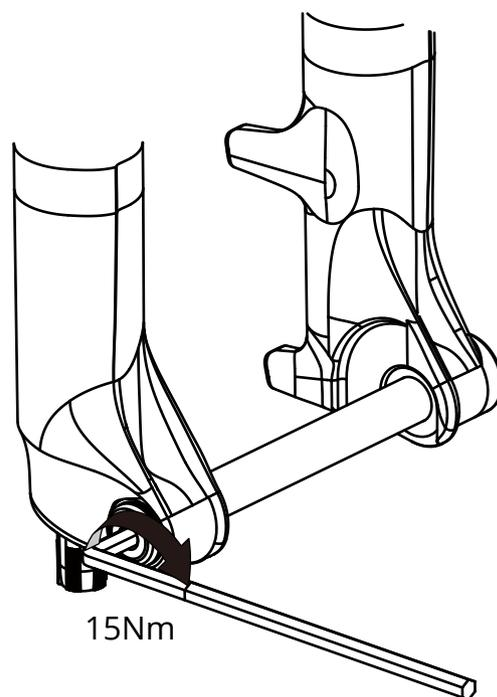

図3
3. 6mmの六角レンチを使用してスルーアクスルを15Nmで固定します。(図3)